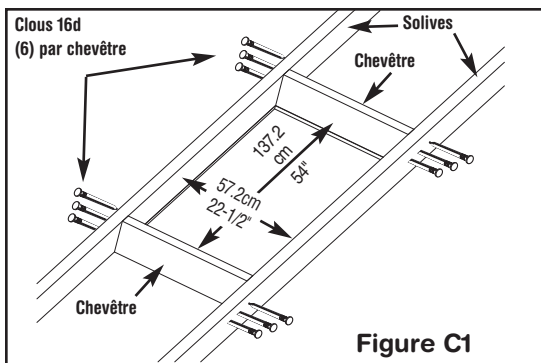
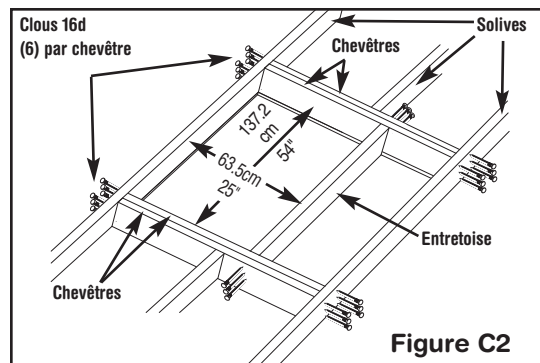

Figure C1
Figure C2
- Inspectez l'ouverture actuelle d'échelle de grenier pour vous assurer qu'elle répond aux exigences minimales de construction et fait bien 57.2cm (22-1/2") x 137.2 cm (54") pour l'AH2210 et l'AE2210 (Figure C1) ou 63.5cm (25") x 137.2 cm (54") pour l'AH2510 Figure C2).